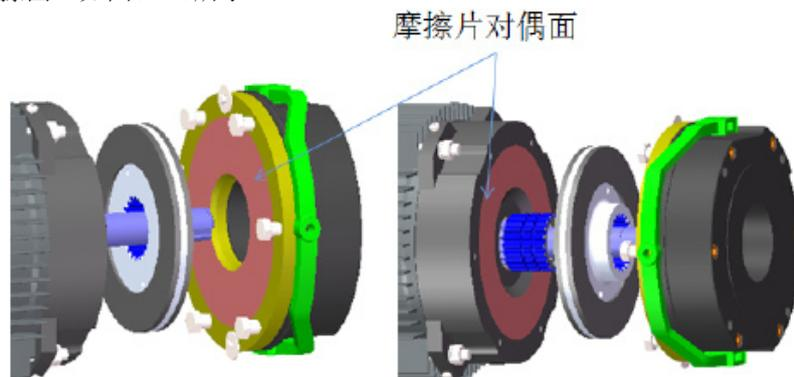

图 3.4-9 检查摩擦片对偶面情况
6. 检查摩擦片的对偶面。摩擦片或对偶面的划伤较为严重时，进行更换。在轴承盖的摩擦较为严重时重新加工摩擦面（如图3.4-9所示）。